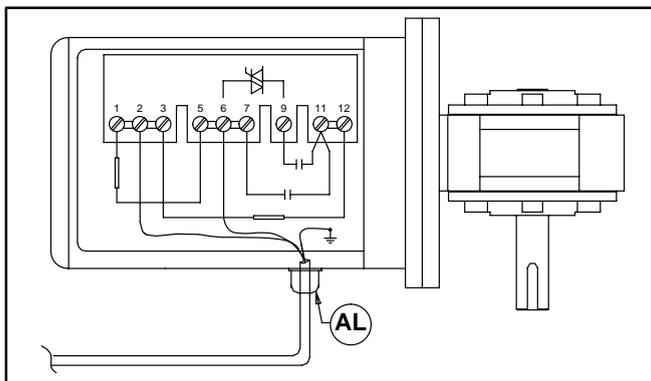

Abbildung 20
- b. Die Farben der Drahtleiter (Adern) an Klemmen 2, 6 und Erdungsklemme (Schutzleiter) ( $\perp$ ) (Abbildung 20) aufschreiben. Klemmen 2, 6 und Erdungsklemme lösen und Drahtleiter (Adern) entfernen.
- c. Die Kabelklemme (AL siehe Abbildung 20) lösen und Kabel herausziehen.